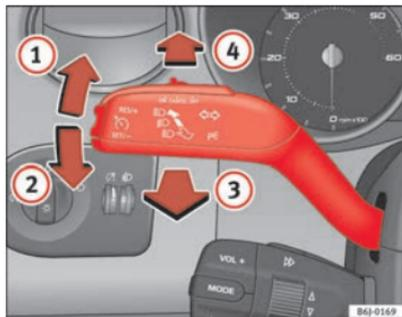

Fig. 56 Manípulo dos indicadores de mudança de direcção e dos máximos
- Carregar a alavanca para cima, até ao batente para cima ⇒ fig. 56 ①, para piscar à direita ou para baixo ②, para piscar à esquerda.
- Empurrar a alavanca para a frente ⇒ fig. 56 ④, para ligar os máximos.